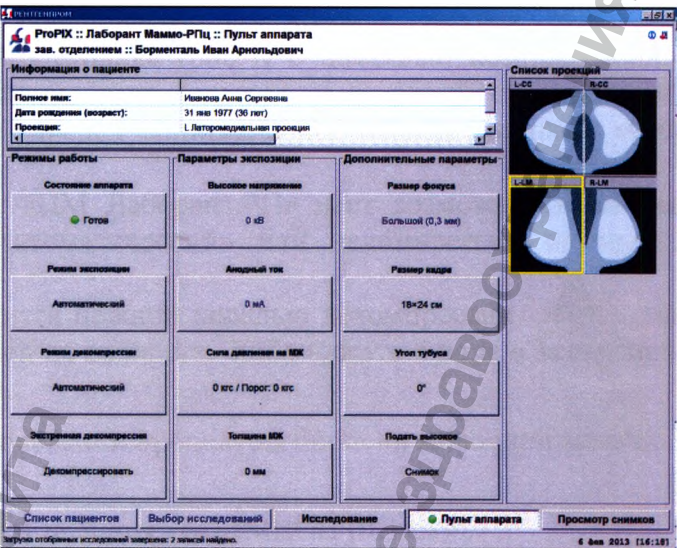

Рисунок 20 – Диалог получения снимка («Пульс аппарата»)
Появится диалоговое окно получения снимка (рис.20).
6.2.6 Выбрать левой клавишей мыши проекцию и, при необходимости **назначить режимы и параметры экспозиции** (рис.20).
6.2.6.2 Хорошее качество изображения предполагает достаточное **сжатие МЖ**. МЖ прижимается к поверхности диагностического столика (рис.4) с помощью компрессионной пластины (рис.1.1). Минимальное значение компрессии задается на заводе-изготовителе 50Н (5кг). При необходимости можно изменить предел минимального сжатия кнопкой «Сила давления на МЖ» пульта монитора (рис.20).
В поле «Состояние аппарата» (рис.20) показан сигнал готовности маммографа к съемке. Съемка производится только при наличии сигнала «Готов» или индикатора «Готовность» на ПУ (рис.6). Кнопка «Подать высокое» («Снимок») становится активной.